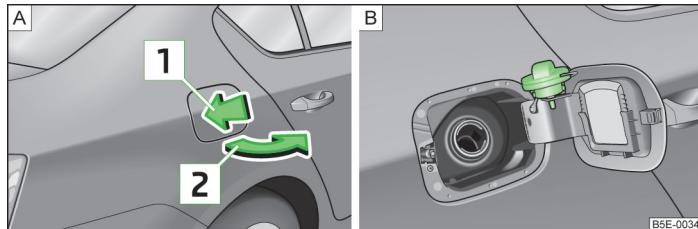

Fig. 178 Abra la tapa del depósito / tapa del depósito con el tapón desenroscado
En el lado interior de la tapa del depósito de combustible se indican los tipos de combustible prescritos para su vehículo » fig. 178 de la página 221 - [B].
- ▶ Presione la tapa del depósito en el sentido de la flecha [1] » fig. 178 - [A].
- ▶ Quite el tapón del depósito e introduzcalo en el orificio situado en la tapa del depósito » fig. 178 - [B].